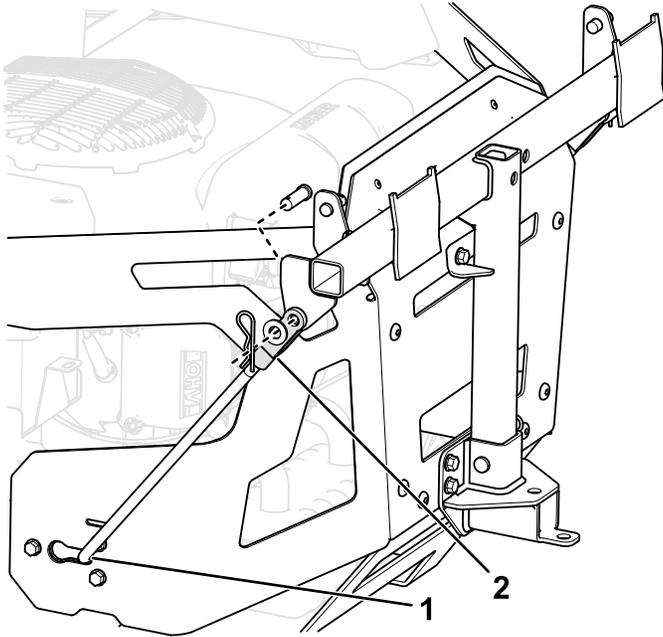

Figura 16
5. Instale el extremo doblado y abocinado de una varilla en la ranura en forma de bocallave del lateral del bastidor de la máquina, y mueva la varilla hacia atrás para encajarla en el bastidor (Figura 16).
7. Sujete los extremos de las varillas al bastidor del ensacador como se muestra en la Figura 16, y sujete el extremo de cada varilla con un pasador y una chaveta.